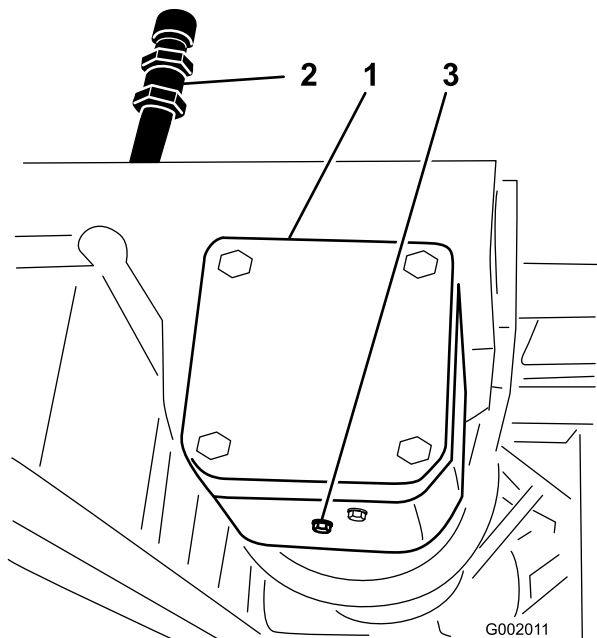

Figura 71
- Coloque un recipiente debajo del tapón de vaciado de la caja de engranajes de la transmisión de la bomba (Figura 71).
- Retire el tapón de llenado y el tapón de vaciado (Figura 71) y deje fluir el aceite al recipiente.